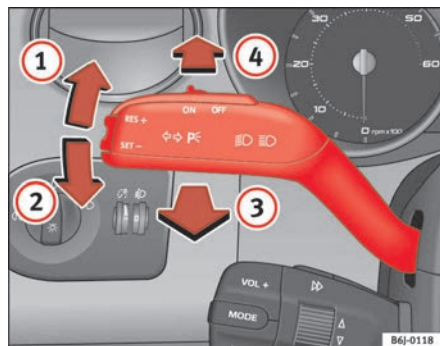

Fig. 55 Palanca de intermitentes y de luz de carretera
- Desplace la palanca hacia arriba hasta el tope ⇒ fig. 55 ① para encender el intermitente **derecho** o bien hacia abajo ②, para encender el intermitente **izquierdo**.
- Desplace la palanca hacia adelante ⇒ fig. 55 ④ para encender la luz de carretera.